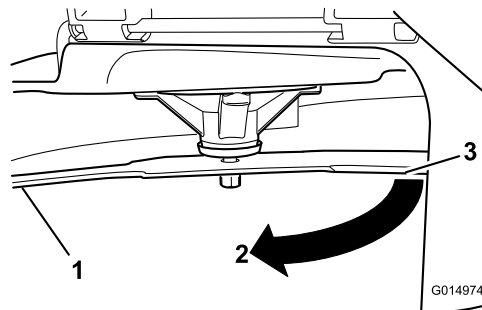

Figura 60
4. Rotiți aceeași lamă la 180 de grade, astfel încât marginea de tăiere opusă să se afle acum în aceeași poziție (Figura 60).